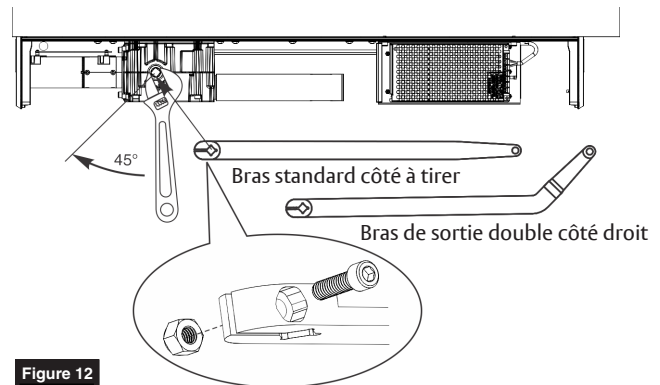

Figure 12
1. À l'aide d'une clé à molette, tourner le pignon supérieur de 45 degrés vers la charnière de la porte. Vous sentirez la résistance du ressort. (Figure 12)
2. En maintenant le pignon à 45 degrés, glisser le bras sur le pignon inférieur à l'orientation indiquée. (Figure 12)